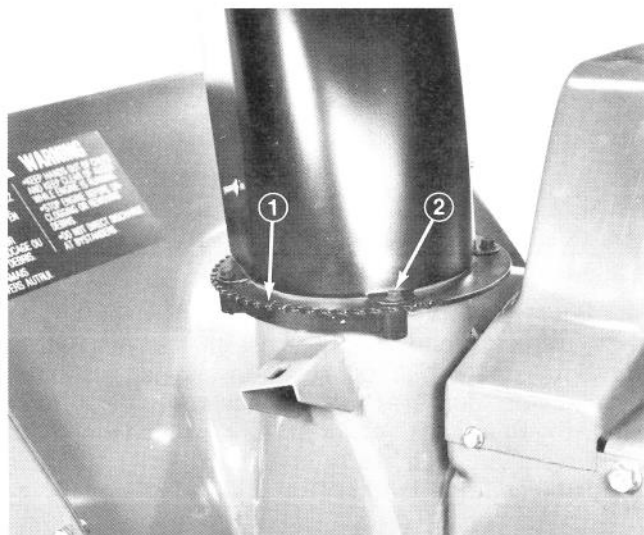

Figure 9
4. Placez l'éjecteur — l'ouverture en avant — sur l'anneau de retenue et alignez les trous de montage. Ensuite, fixez ensemble l'éjecteur, l'anneau de retenue et les pièces de retenue en plastique à l'aide de trois vis taraudeuses (Fig. 9).